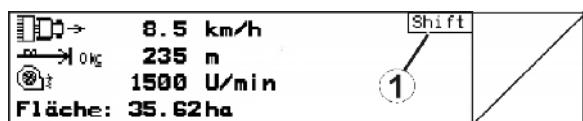

Fig. 10
- Hvis Shift-tasten er aktiv, vises dette på displayet (Fig. 10/1).